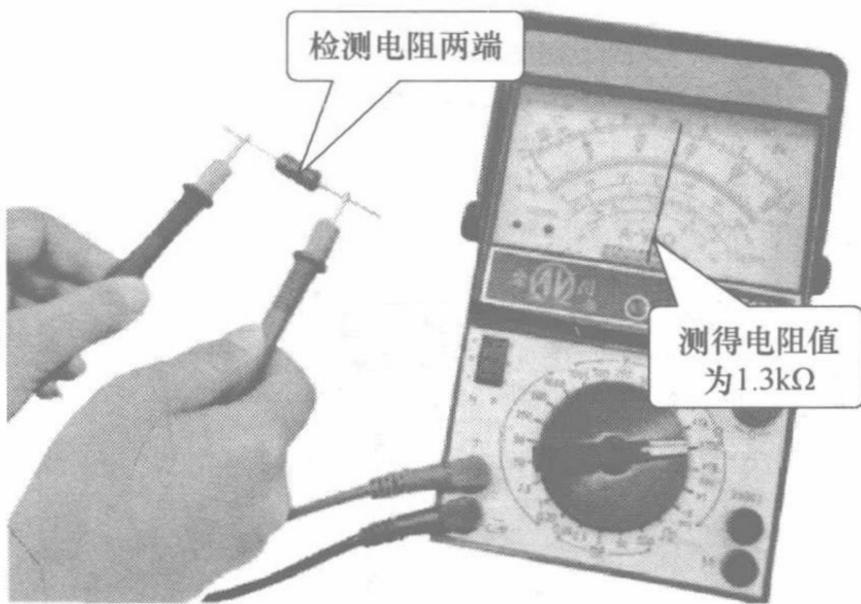

图 1-4 检测电阻
(3) 测量 将红、黑表笔分别接在被测电阻的两端,表头指针在欧姆刻度线上的示数乘以该电阻档位的倍率,即为被测电阻值,如图 1-4 所示。